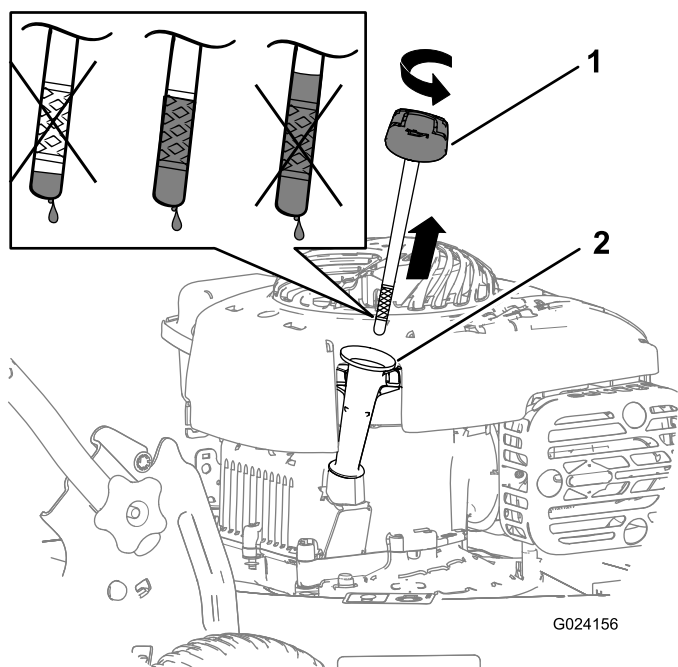

Figura 5
2. Rimuovete l'asta di livello (Figura 5) e versate nel tubo di riempimento una quantità d'olio pari a circa 3/4 della capacità del carter.
5. Rimuovete l'asta e controllate il livello dell'olio sull'asta (Figura 5).